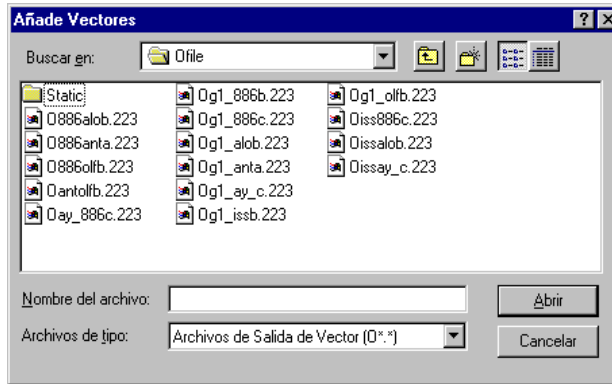

Figura 4.9. Cuadro de Diálogo Añadir Vectores
1. Seleccione **Añadir Vectores Procesados...** desde el menú **Proyecto**. Se abre el diálogo **Añadir Vectores** (Figura 4.9):